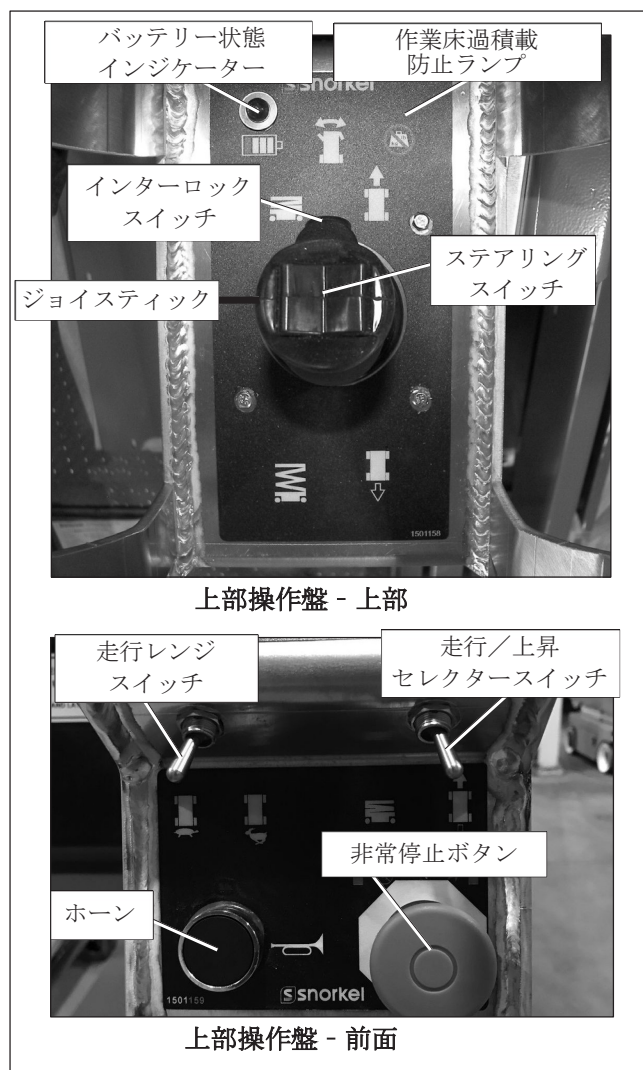

図8.16 - 上部操作盤
主作業床の中間部手すりには安全帯アンカーが4箇所取り付けられています（図8.16を参照）。
4. 上部操作盤で、非常停止ボタンを引き出します（図8.16を参照）。